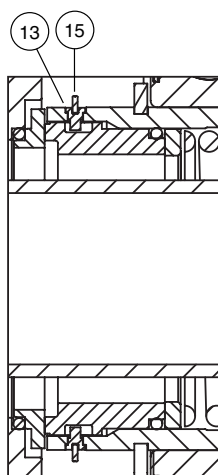

Figura 1.
Insira o lado com O'ring do anel de vedação (6B) no furo do tubo conector (4) e pressione cuidadosamente, certifique-se que se movimenta livremente. Empurre o anel de vedação comprimindo a mola até alinhar os furos no tubo conector com os rebaixos do anel de vedação. Coloque os dois pinos (13) nos furos do tubo conector, encaixando-os nos rebaixos do anel de vedação. Instale o anel de retenção para eixos (15) envolvendo o tubo conector e encaixando nas ranhuras dos pinos que retêm o anel de vedação. Veja a figura 1. Solte o anel de vedação. Tenha cuidado para não arranhar a face lapidada do anel de vedação. Remover com acetona e com um pano limpo, o lubrificante de O'ring do counterseat (6A) e do anel de vedação (6B).